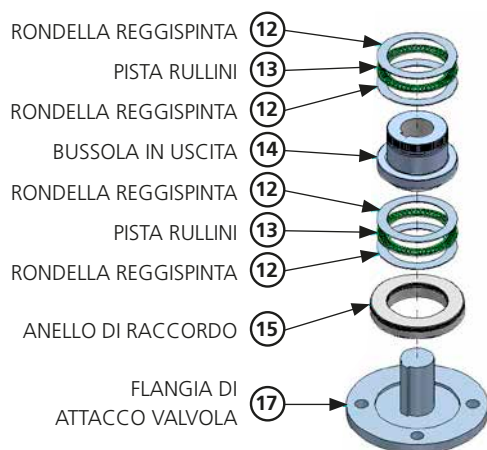
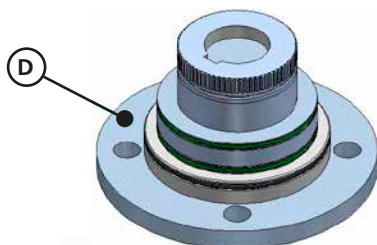

Figura 12 – Assieme stelo valvola
Figura 13 – Stelo valvola (assemblato)
Controllare che il diametro del raccordo maschio fornito insieme al riduttore (Parte 15 nella Figura 12) sia appropriato per la cavità del raccordo femmina nella flangia di innesto prima di assemblare il riduttore sulla valvola.
Oltre alle indicazioni contenute nella Sezione 7.2.1, si consiglia di montare prima l'assieme bussola in uscita lavorata sullo stelo della valvola, e di abbassare poi il riduttore sull'assieme bussola in uscita. Per informazioni più dettagliate sull'assemblaggio vedere la Figura 12 e la Figura 13.
Installare la bussola in uscita lavorata (14), i cuscinetti reggispira (12 e 13) e l'anello di raccordo della piastra base (15) sull'albero della valvola come illustrato nella Figura 12. I cuscinetti dovrebbero essere lubrificati con grasso appropriato (vedere la Tabella 5). Ingrassare i cuscinetti, la bussola in uscita e lo stelo della valvola. Si noti che l'anello di raccordo ha una tenuta interna e una esterna, le quali dovrebbero entrambe essere ingrassate.